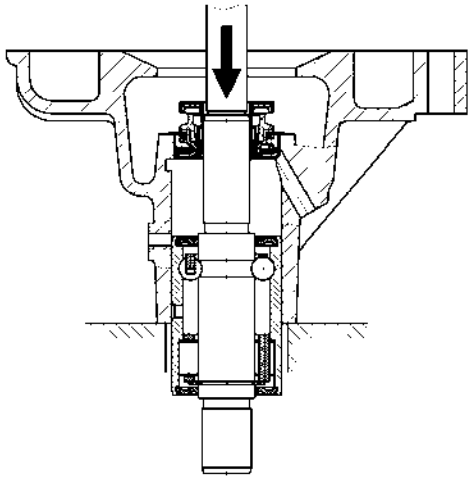

Рис.91. Выпрессовка подшипника с валиком водяного насоса
- выпрессовать из корпуса подшипник (рис.91). Выпрессовку подшипника производить на прессе или с помощью медной оправки. Для более легкой выпрессовки рекомендуется нагреть водяной насос до температуры плюс 80 °С;